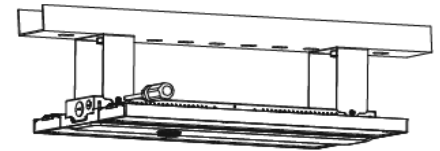

Figure 8
STEP 2: Assemble the lamp on the bracket and fix it with screws. See Figure 8.
ÉTAPE 2: Montez la lampe sur le support et serrez-la avec des vis. Voir la Figure 8.